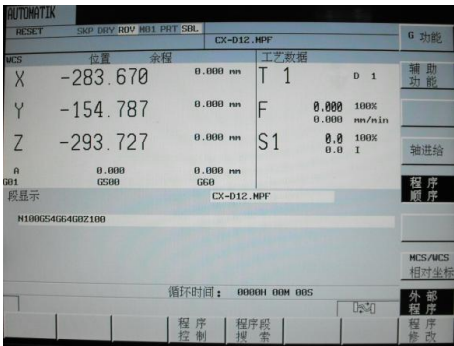

图 3-37 DNC 方式加工
- 3) 按下机床控制面板“**Single Block**”键，打开“单段”，将“进给速度修调”旋钮旋到 10%以下，按下“**Cycle Start**”循环启动键，开始加工。首件试切时，一定要注意刀具切入工件瞬间的情况，发现异常应立即按下“**Cycle Stop**”循环停止键，然后用“**Reset**”键复位。在“**jog**”方式下，用手轮或机床控制面板的“+Z”键抬起 Z 轴，找出问题，重新设定 G54 或重新编程。若没有问题，可以再次按下“**Single Block**”键，取消“单段”，将“进给速度修调”旋钮旋到正常值 100%，按下“**Cycle Start**”循环启动键继续加工，如图 3-37 所示。